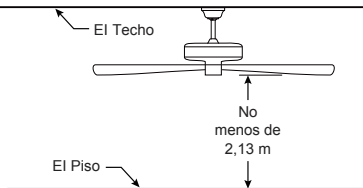

Figura 2
Uso de perfil profundo (Figura 2)
- ☐ 2. Extraiga la pieza de la bola colgante de la unidad de la bola colgante / varilla aflojando el tornillo de presión de la bola colgante hasta que la bola se libere de la varilla. Retire el pasador del barral y luego extraiga la semiesfera. Conserve el pasador y la semiesfera para su reinstalación en el Paso 7. (Figura 2)
Debe colgar el ventilador a una distancia mínima de 2,13 m desde las aspas hasta el piso. (Figura 2)
Para evitar una posible descarga eléctrica, asegúrese de cortar la alimentación eléctrica de la caja de fusibles principal antes de alambrado el ventilador. (Figura 2)
2. Coloque y ajuste firmemente la cubierta para el tornillo de la base sobre los tornillos de reborde de la abrazadera para colgar mediante el mecanismo de seguro por giro del chavetero. (Figura 2)
- ☐ 2. Fije la cubierta de aspa al volante del motor mediante los 3/16"-24 tornillo de cabeza plana. (Figura 2)
- ☐ 2. Instale la carcasa de interruptor en el soporte utilizando las dos ranuras principales de conexión. Vuelva a colocar el tornillo retirados previamente y asegure los tres tornillos. (Figura 2)
- ☐ 2. Restaure la fuente de alimentación de la toma de corriente enciendi la electricidad del fusible principal. (Figura 2)